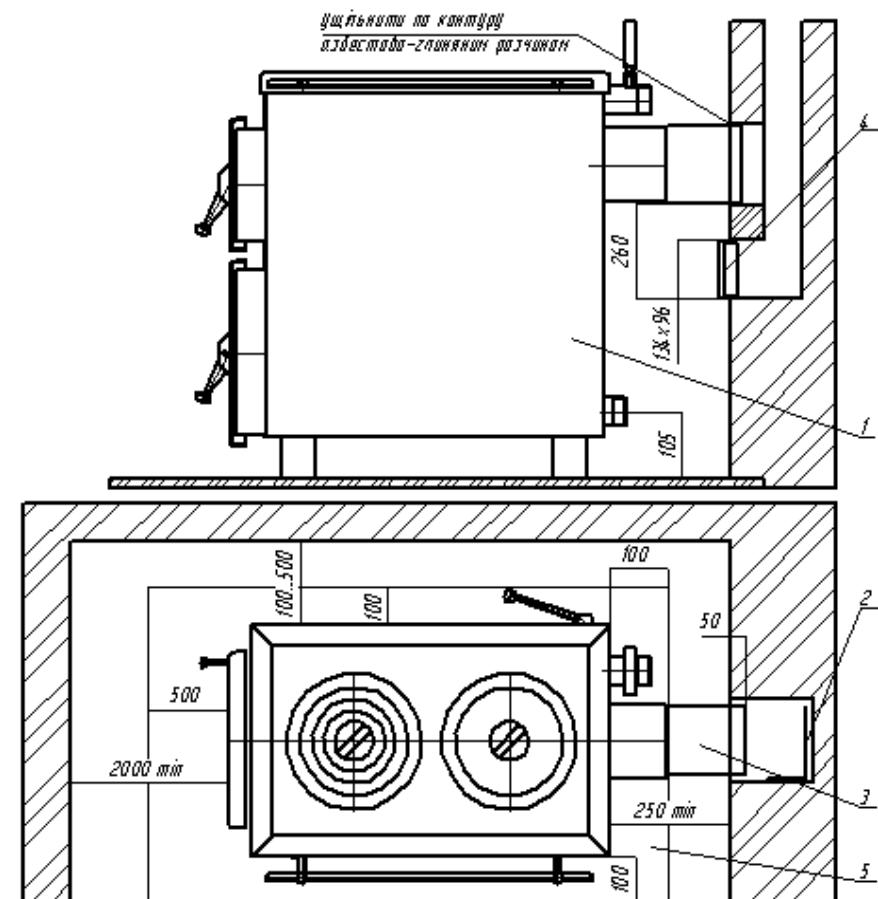

Рис. 2 Рекомендована схема установки апарату і приєднання до димової труби.
- рекомендовані розміри установки апарату згідно **рис. 2.**
2.2.2.1.5 Перед встановленням апарату на підлогу положити металевий лист згідно рис. 2.